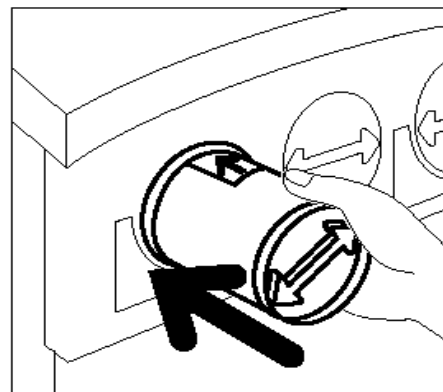

Figura 12: Alinhar a seta do cartucho e deslizar o cartucho para dentro da copiadora/impressora
- 7** Alinhe a seta no cartucho com a seta levantada na parte superior da abertura e deslize o cartucho para dentro da copiadora/impressora, conforme ilustrado na Figura 12.